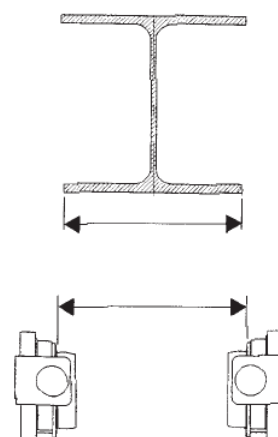

Abb. 12
- Die Breite des Trägerflügels prüfen, der der für die Räder der Laufkatze vorgesehenen Breite entsprechen muss (Abb.12).